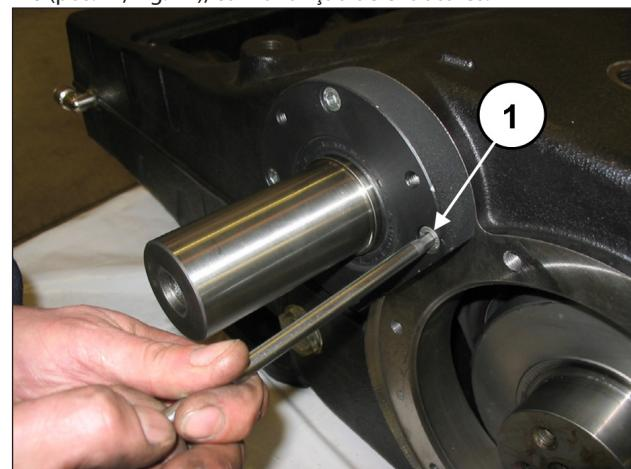
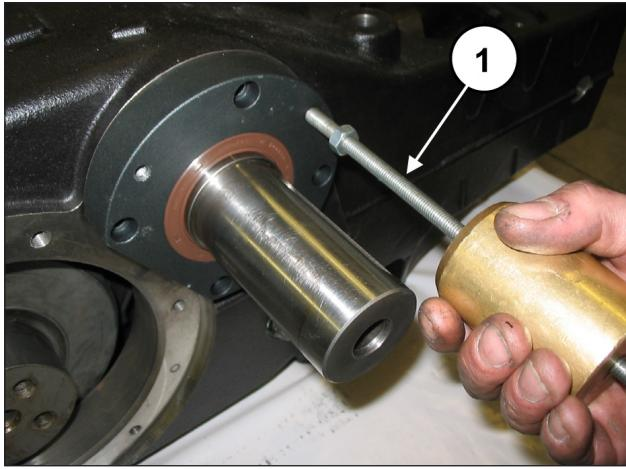

Fig. 26
Fig. 27
Solte os parafusos de cobertura do rolamento PTO direito e esquerdo (pos. ①, Fig. 26), e solte as duas coberturas do eixo PTO. Para agilizar a desmontagem, use três grãos ou parafusos M8 (pos. ①, Fig. 27), com a função de extractores.